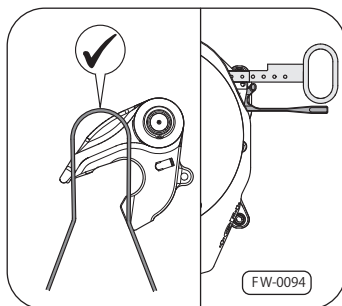

図2 ロック機構を解除する
3. ロック機構の部品がスイングして完全に開き、ハンドルが図2の様に噛み合う位置に留まっていることを確認します。